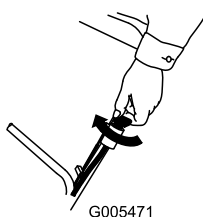
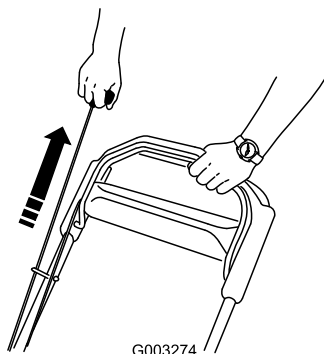

Bild 16
Bild 17
2. Drehen Sie den Zündschlüssel (nur Modell 20796) (Bild 16) oder ziehen Sie am Rücklaufstartergriff (Bild 17).